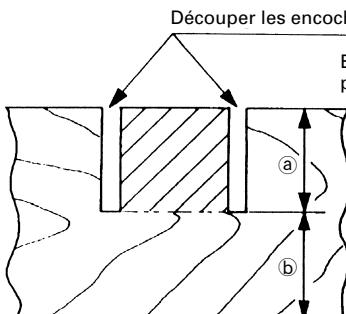

Fig. 48
Les encoches dans les pièces se découpent comme indiqué à la Fig. 48 en réglant le boulon de réglage de la profondeur de coupe.
- (2) Régler la profondeur de coupe voulue en réglant la distance entre la lame et la surface du plaque tournante (voir ⑬ à la Fig. 48).